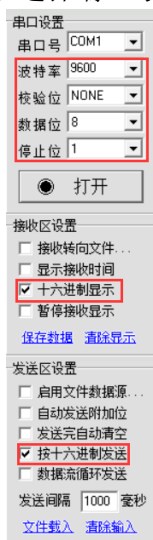

图 9.4.1 串口连接参数设置
1. 使用串口工具检查串口设置，选择端口号，设置串口连接参数。如图 9.4.1 所示。